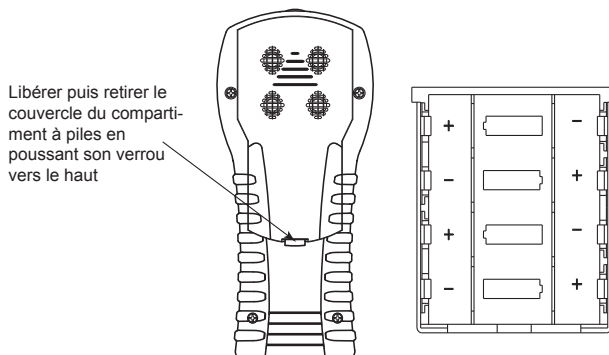

Figure 3-1. Remplacement des piles
1. Retirer le couvercle du compartiment à piles à l'arrière de l'appareil (figure 3-1).